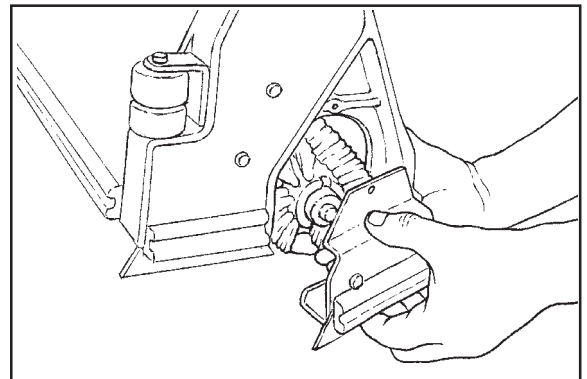

Abb. 23
5. Senken Sie die Tür um ca. 1,3cm und schieben Sie die Tür und die Lagereinheit von der Welle (siehe Abb. 23).